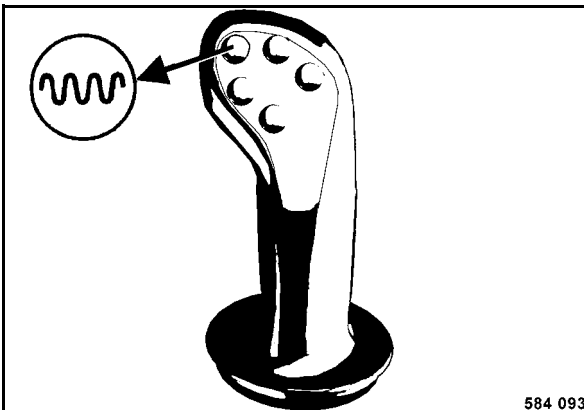

fig. 77
- Mise en marche de la vibration (fig. 77).